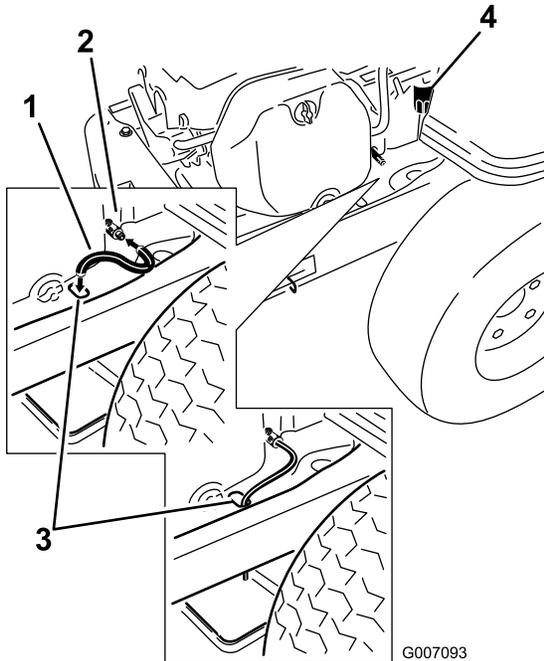

Figure 37
5. Localisez le flexible de vidange d'huile et raccordez-le au robinet de vidange (Figure 37).
6. Placez l'autre extrémité du flexible de vidange par-dessus l'extrémité du cadre (Figure 37).